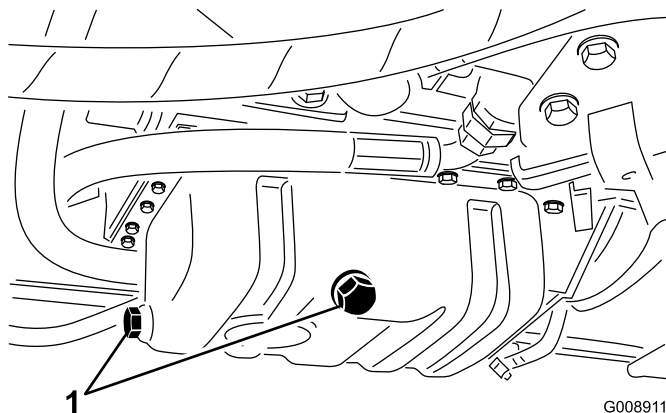

Bild 49
1. Entfernen Sie die Ablassschraube (Bild 49) und lassen Sie das Öl in die Auffangwanne ab.